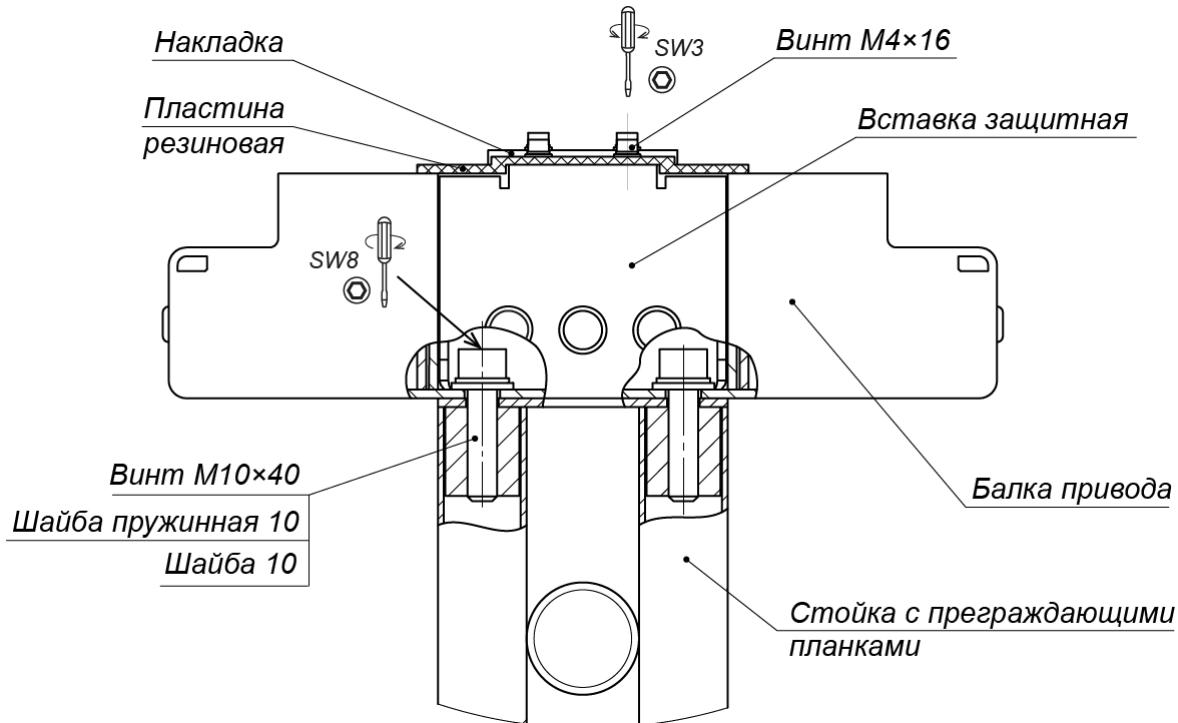
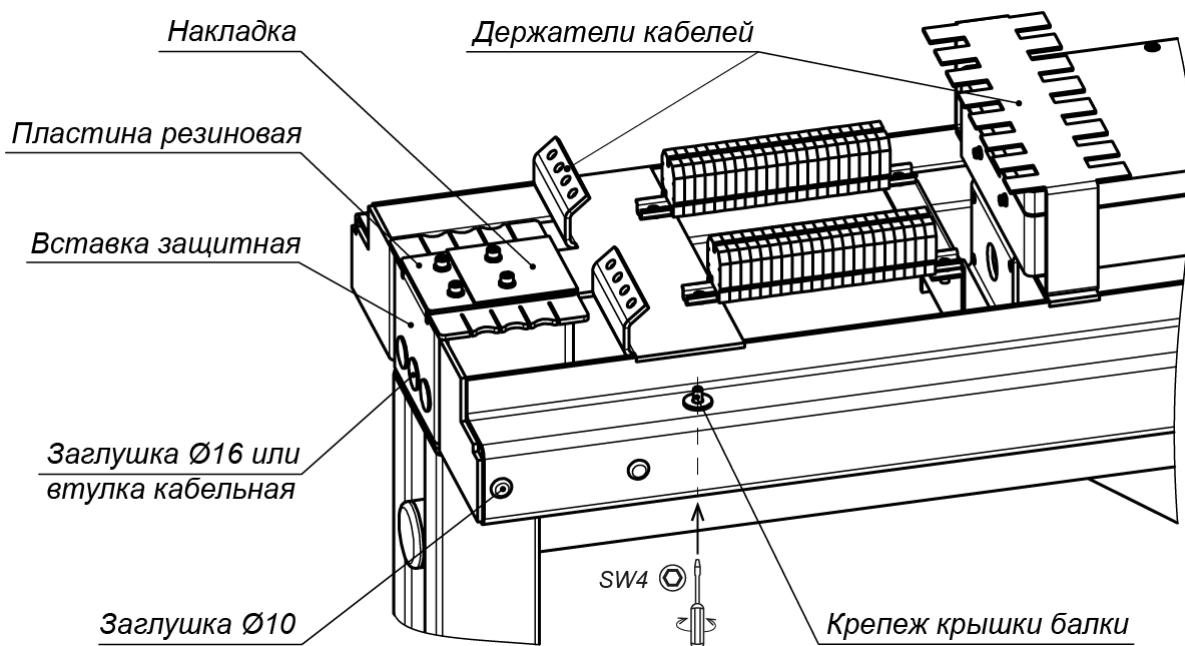

Рисунок 17. Крепление балки привода (8) к стойке с преграждающими планками (5)
Рисунок 18. Элементы балки привода
- Закрепите балку привода на стойке с преграждающими планками (5) двумя болтами M10×30, ключ SW8 (см. рис. 17) (для более удобного доступа к отверстиям можно предварительно снять накладку, резиновую пластину и вставку защитную, открутив четыре винта M4×16, ключ SW3, см. рис. 18).
27. Установите крышку (9) на балку привода (8):
- Вкрутите четыре невыпадающих винта M5 (ключ SW4), фиксирующие крышку балки (см. рис. 18).